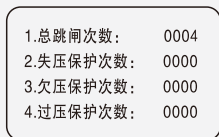

图 3-15
9.5.4 跳闸次数查询:在主菜单列表中选定“跳闸次数”选项,按【菜单】键打开跳闸次数列表,可查询总跳闸次数,电压保护次数等数据项信息如图3-15。